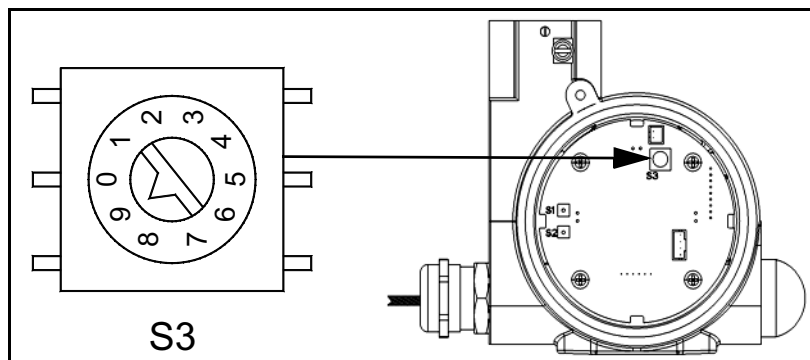

Figure 13 : Réglage du commutateur S3
Deux boutons (**S1** et **S2**) et un commutateur rotatif (**S3**) sont placés sur la carte électronique. Le bouton **S1** est utilisé pour étalonner la valeur HR de 11,3 % avec une solution saline de chlorure de lithium, tandis que le bouton **S2** sert à étalonner la valeur HR de 75,4 % avec une solution saline de chlorure de sodium. Le commutateur **S3** est réglé à la position 9 pour le mode étalonnage (voir Figure 13 ci-dessous).
3. Si le relevé de l'ampèremètre est stable à 5,80 mA (ou 11,3 % sur un afficheur), appuyez sur **SI** pendant au moins une seconde. Cette opération attribue la valeur d'humidité relative de 11,3 %. Si seul l'étalonnage de la valeur basse de l'humidité relative doit être effectué, remettez le *commutateur S3* à la position 0 (voir *Figure 13, page 16*). Sinon, passez à la section suivante pour étalonner le relevé HR haut.
3. Si le relevé de l'ampèremètre est stable à 16 mA (ou 75,4 % sur un afficheur), appuyez sur **S2** pendant au moins une seconde. Cette opération attribue la valeur d'humidité relative de 75,4 %. Remettez le *commutateur S3* à la position 0 (voir *Figure 13, page 16*).